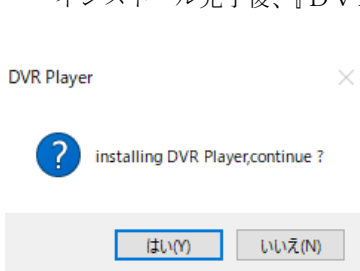

図 25
- 3) ダブルクリックすると、インストール許可要求内容が表示されます(図25参照)。『はい』を選択してください。